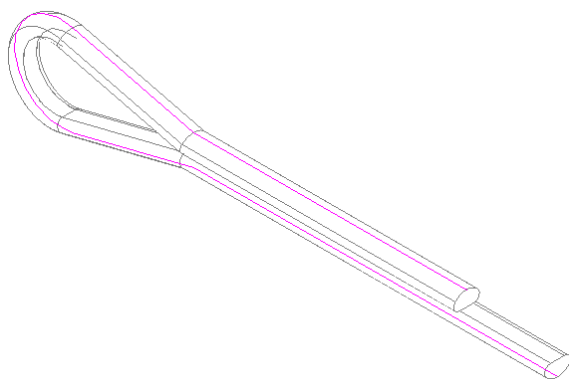
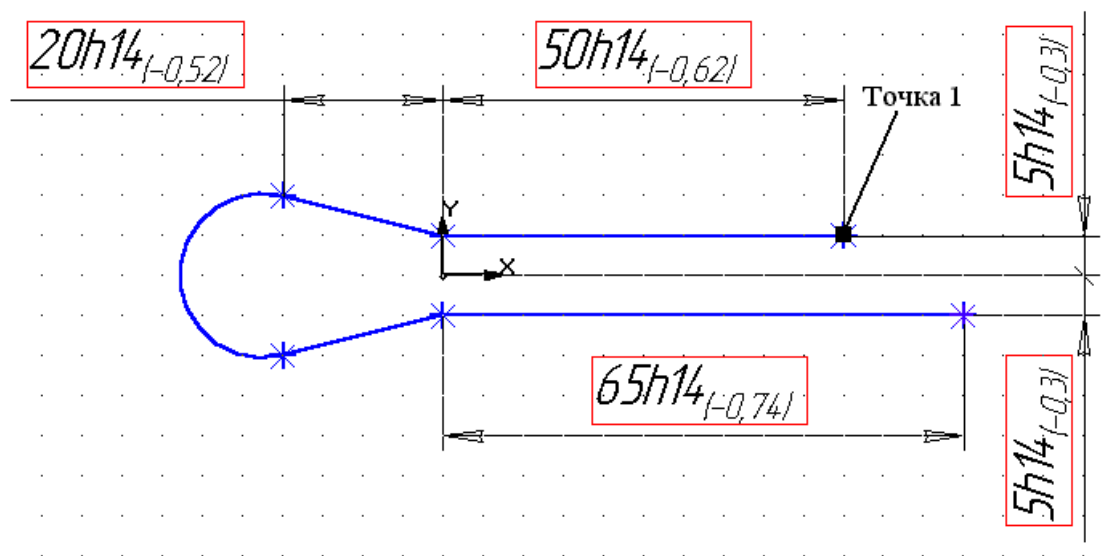

Рисунок 18. Модель детали Шплинт
Рисунок 19
- Определите положение плоскости. В **дереве детали** выделите фронтальную плоскость, затем мышкой непосредственно в **окне детали** укажите на точку 1 (см. рис. 18) построенной траектории (эскиз «Траектория»). См. рис. 19.